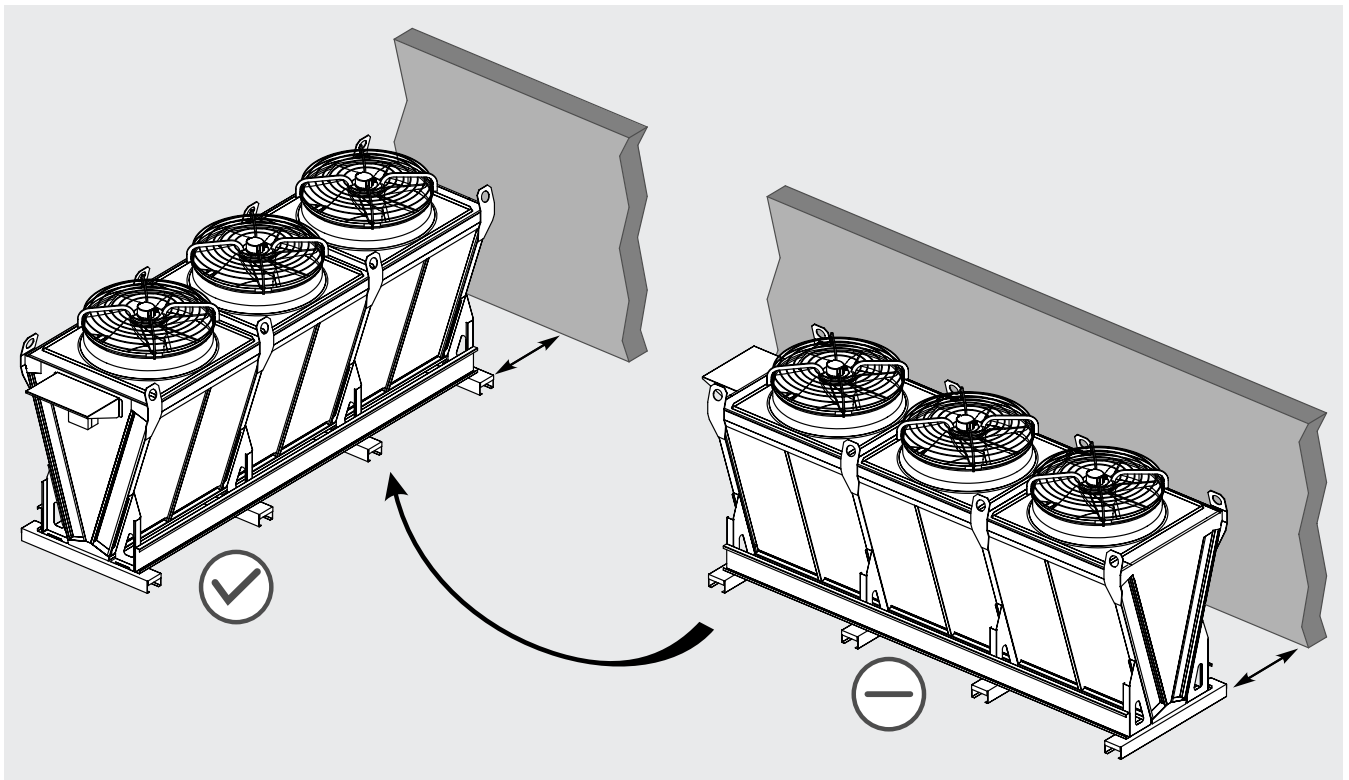

Figura 6
- 4.7 In caso di installazione in prossimità di un muro o comunque di un ostacolo che possa influire significativamente sul flusso dell'aria attraverso lo scambiatore di calore (steccati, siepi, pareti frangivento etc.), posizionare il modello, quando possibile, con la superficie aspirante ortogonale all'ostacolo. Si veda la Figura 6.